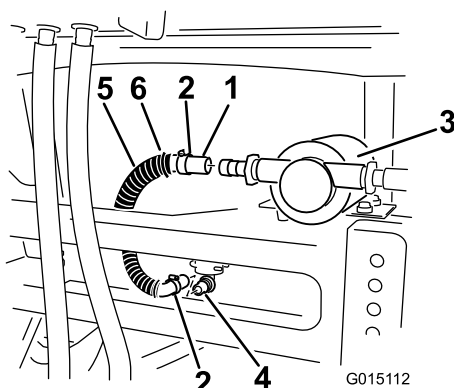

Bild 26
3. Befestigen Sie ein Schlauchende am 90-Grad-Anschlussstück unten am Spülbehälter (Bild 26).